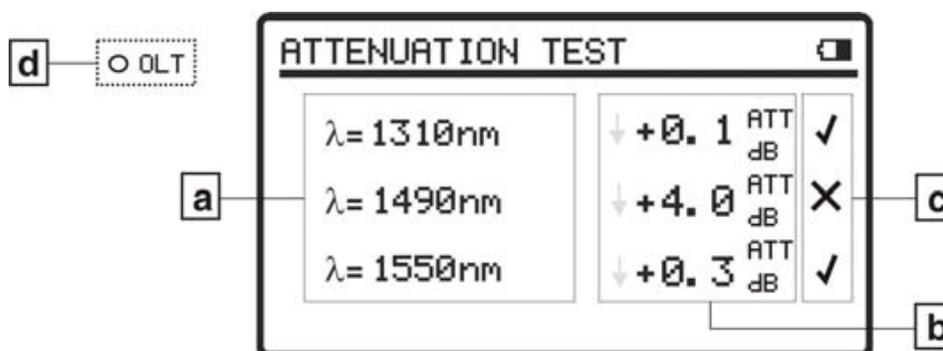

Figure 7.- Écran ATTENUATION TEST.
- 3 Appuyez sur **SEL**  pour entrer à la fonction (voire figure 7).